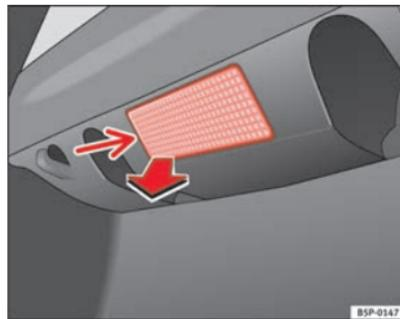

Fig. 190 Luce bagagliaio
- Estrarre il paralume facendo pressione sul bordo della parte interna dello stesso -freccia- aiutandosi con la parte piana di un cacciavite ⇒ fig. 190. ▶